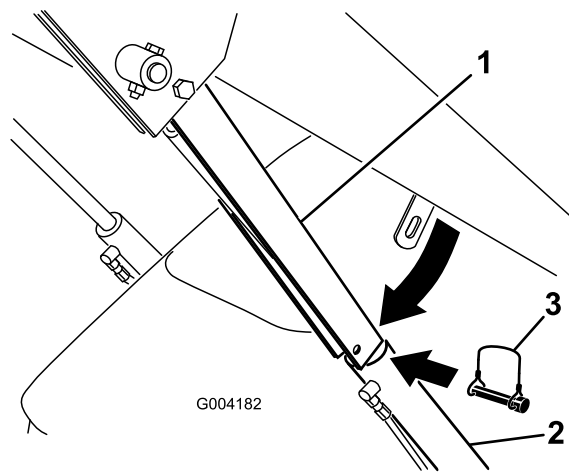

Рисунок 24
4. Извлеките шплинт, который крепит замок гидроцилиндра к стреле погрузчика (Рисунок 24).
5. Опустите замок гидроцилиндра на шток гидроцилиндра и закрепите его при помощи шплинта (Рисунок 24).